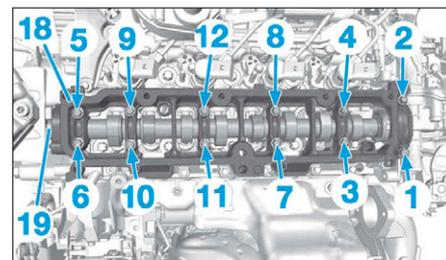

FIG. 88
- les vis du carter paliers d'arbre à cames dans l'ordre indiqué (**Fig.88**),
- le carter supérieur d'arbre à cames (18).